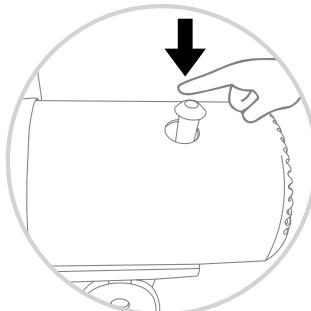

рис. 7
- На корпусе двигателя расположена кнопка включения режима поворота вентилятора (рис. 7). Если нажать (утолить) эту кнопку, двигатель с лопастями начнёт поворачиваться в разные стороны. Чтобы отменить режим поворота, вытяните кнопку обратно.